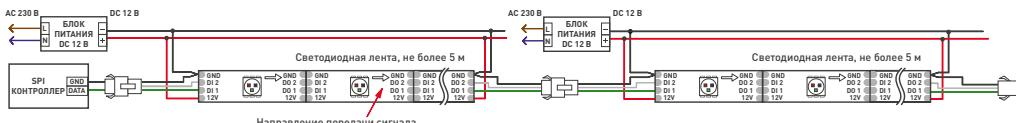
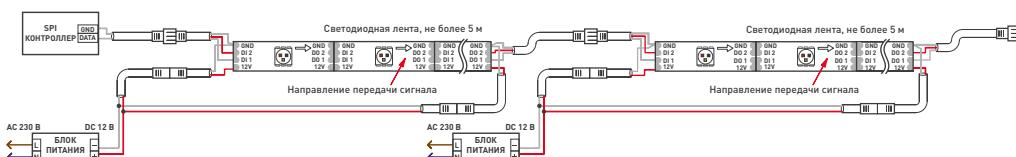
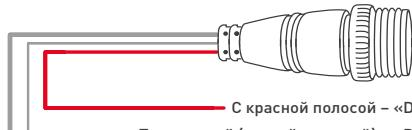

Рис. 1. Схема подключения ленты SPI-5000 и SPI-5000SE.
Рис. 2. Схема подключения ленты SPI-5000P и SPI-5000GR.
Рис. 3. Кабель для подключения открытой ленты и ленты с индексом «SE».
- Подключите ленту к выходу блока питания и к контроллеру согласно приведенной схеме [рис. 1 и 2], сблюдая полярность. При подключении лент и соединении отрезков учитывайте направление передачи цифрового сигнала, указанное стрелкой на ленте. Вход сигнала управления имеет обозначение «DI», выход – «DO». Для подключения используйте коннекторы из комплекта поставки. Руководствуйтесь маркировкой, нанесенной на ленту [см. таблицу и рис. 3 и 4].
- ↗ Подключите ленту согласно схеме (рис. 1 и рис. 2), соблюдая полярность и направление передачи сигнала, обозначенное стрелками на плате.
ВНИМАНИЕ! Подавайте питание на каждые 5 м ленты (см. рис. 1 и 2).